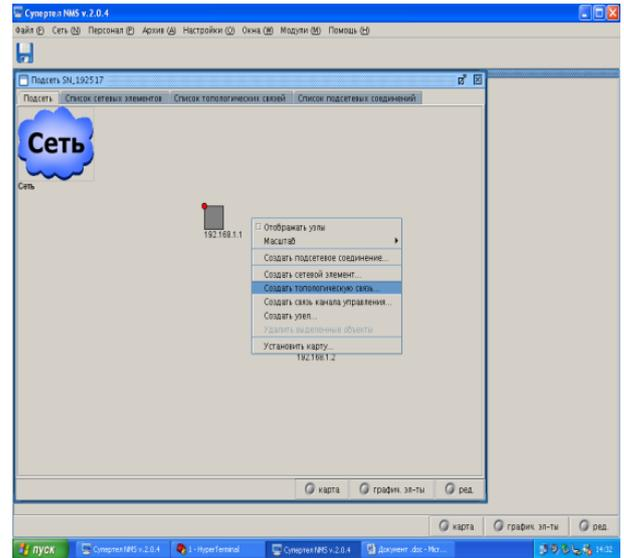

Рис. 25
12. В окне «Подсеть SN\_192517» кликнуть правой кнопкой мыши, выбрать «Создать топологическую связь» (рис. 25).